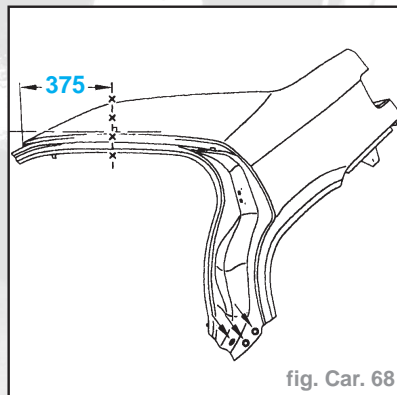

fig. Car. 68
- Tracer puis découper à l'aide d'une scie (coupe définitive) (fig. Car. 68).